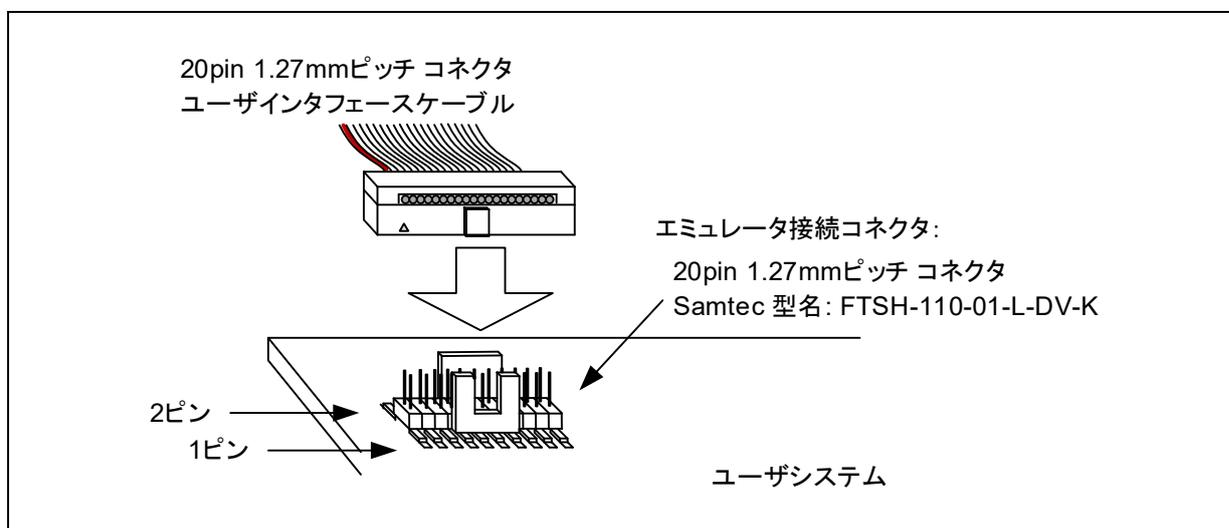
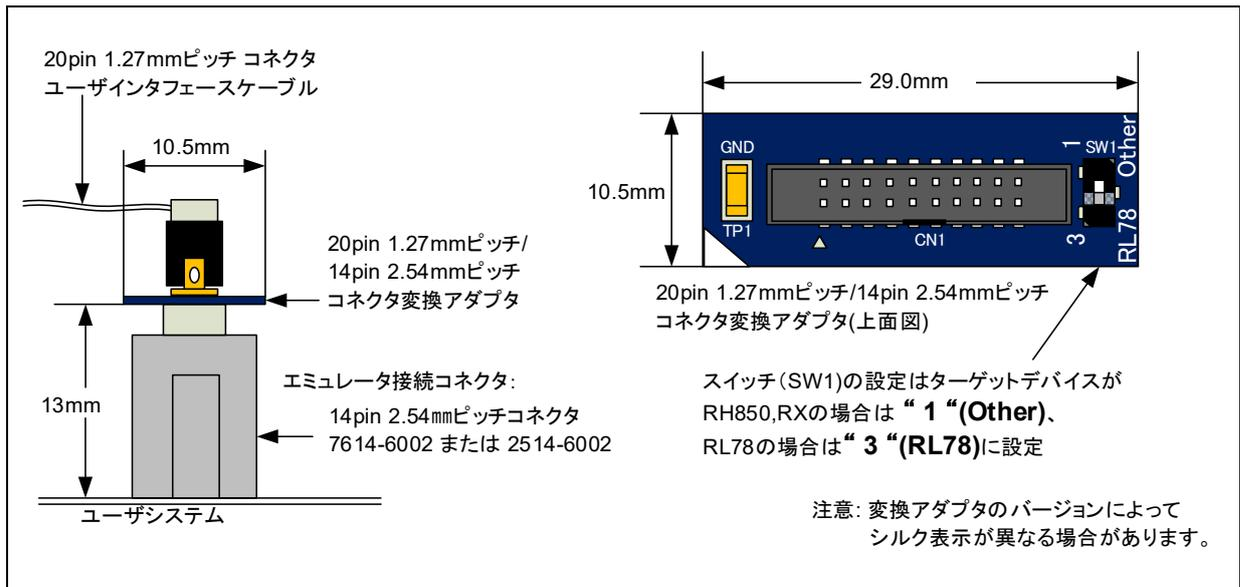

図 2-3 ユーザシステム上の 20pin 1.27mm ピッチ コネクタとユーザインタフェースケーブル接続方法
図 2-4 ユーザシステム上の 14pin 2.54mm ピッチ コネクタとユーザインタフェースケーブル接続方法
- (3) コネクタのピン配置は、対象マイコンの E1/E20/E2 エミュレータ, E2 エミュレータ Lite ユーザーズマニュアル別冊を参照してください。
- (4) ユーザシステム上に実装したエミュレータ接続コネクタと E2 をユーザインタフェースケーブルで接続します。図 2-3 と図 2-4 に E2 とエミュレータ接続コネクタの接続方法を示します。